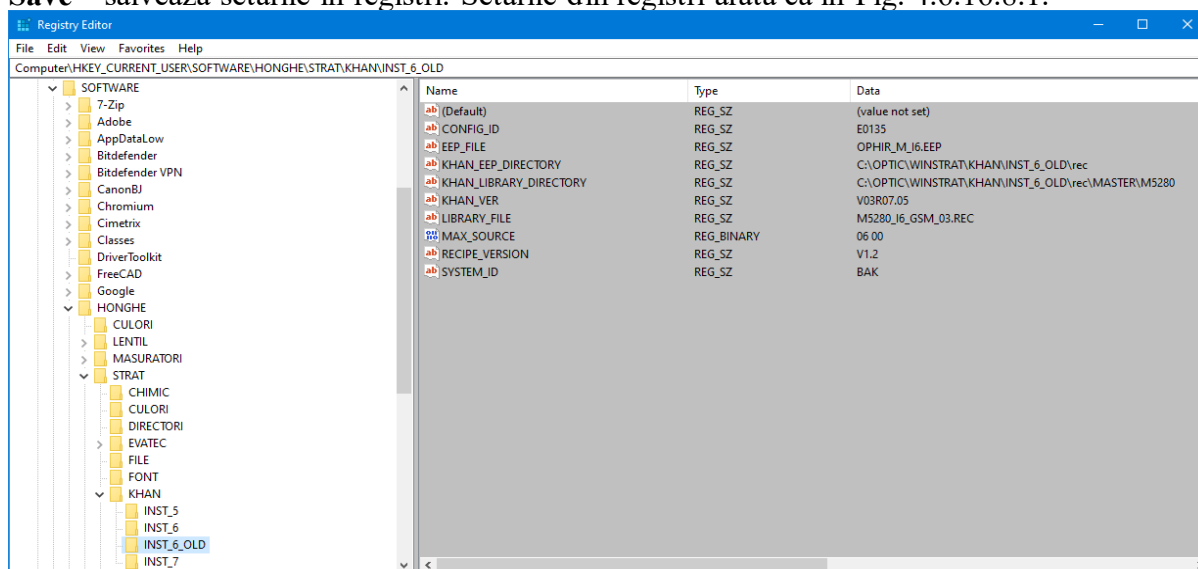

Fig. 4.6.16.8.1
- **Save** – salveaza setarile in registri. Setarile din registri arata ca in Fig. 4.6.16.8.1.
ATENTIE! Programul *STRAT* mai utilizeaza niste fisiere in care sunt setarile. Aceste fisiere se gasesc in ...*DEVICES\INST_VID* si au forma din Fig. 4.6.16.8. Aceste fisiere se editeaza manual. Cand se schimba setarile trebuie actualizate si aceste fisiere.